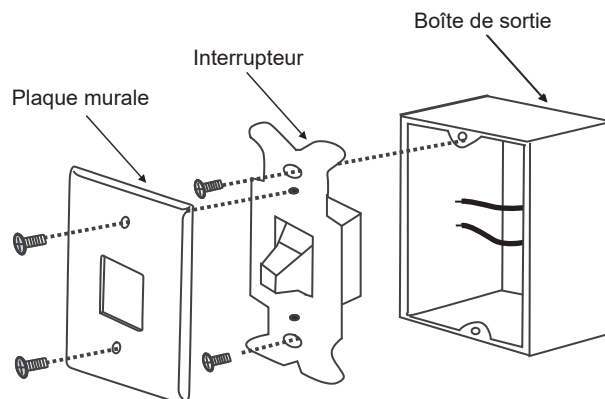

Figure 16
a. Retirez la plaque murale existante et l'ancien interrupteur du boîtier de prise murale. Câblez les fils NOIR (chauds) ensemble et repoussez-les à l'intérieur de la boîte de sortie. (Fig.16)